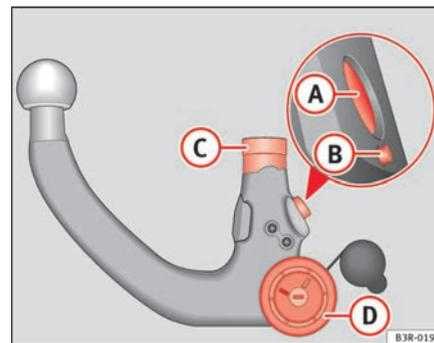

Fig. 158 Dispositivo desmontable para remolque: Rótula
- Compruebe que el perno de bloqueo **(A)**, la palanca de desenganche **(B)**, el vástago de encaje **(C)** y la rueda moleteada **(D)** ⇒ página 209, fig. 158 de la rótula no están sucios ni deteriorados.